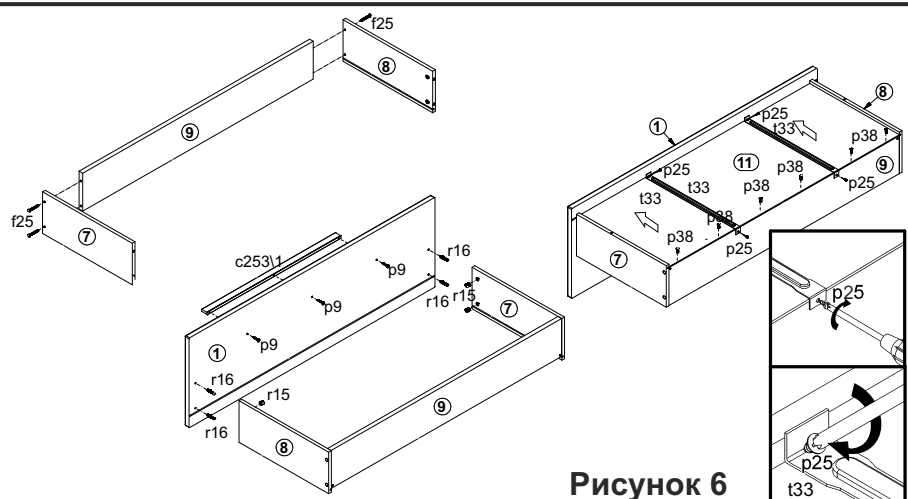

Рисунок 6
9. В отверстия $\varnothing 12$ мм на внутренних поверхностях стенок боковых ящика **7** и **8** вставить стяжки эксцентриковые **r15** (см. рис. 6).
10. Соединить детали корпуса ящика **7, 8, 9** с помощью шкантов-дюбелей **f25**, вставить в пропилы на боковых и задних стенках собранного корпуса ящика дно **11** (см. рис. 6).
11. В отверстия диаметром **5 мм** на внутренней поверхности передней панели ящика **1** вкрутить винты стяжки **r16** (см. рис. 6).
12. Соединить переднюю панель ящика **1** с корпусом ящика и затянуть стяжки эксцентриковые **r15**, пользуясь специальным ключом **z1** (см. рис. 6).
13. Положить корпус ящика дном вверх на ровную поверхность и закрепить дно ящика **11** 6-ю шурупами **p38** (см. рис. 6).
14. Закрепить фиксаторы дна ящика **t33** шурупами **p25** (см. рис. 6).
15. На внутренней поверхности передней панели ящика **1** в отверстия $\varnothing 5$ мм вставить шурупы **p9**. Снаружи совместить отверстия ручки **c2531** с резьбой шурупов и завернуть шурупы **p9**, удерживая ручку (см. рис.6).